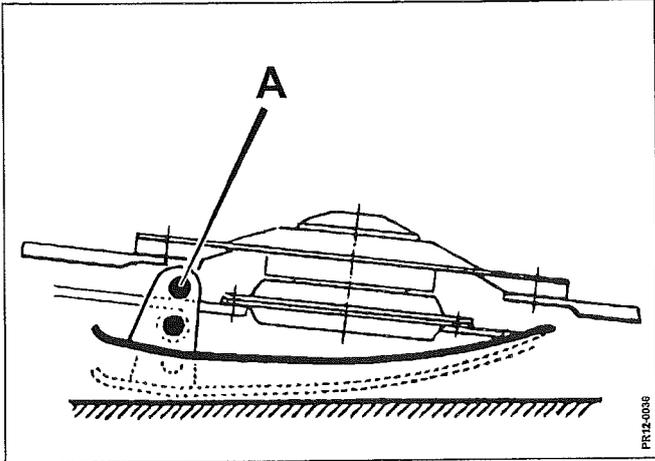

Fig. 3-16
- Fig. 3-16** 2) **Stubhøjden** reguleres med slæbesko samt justering af skivebjælkens hældning.